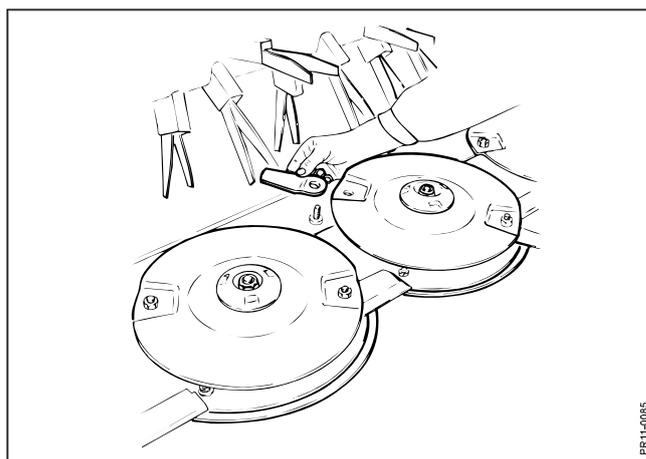

Fig. 6-9
- Fig. 6-9 Um ein zufriedenstellendes Arbeitsergebnis zu erreichen ist es wichtig, daß Messer und Gegenschneide in Ordnung und scharf geschliffen sind. Der Messerwechsel wird durchgeführt, indem der Messerbolzen abmontiert und von unten aus der Scheibe herausgezogen wird. Dieses geschieht am besten mit dem Messer in vorderer Stellung, damit der Bolzen durch das Loch in dem Steinschutz fallen kann. Das alte Messer wird entfernt und das neue Messer wird zusammen mit dem Messerbolzen montiert.